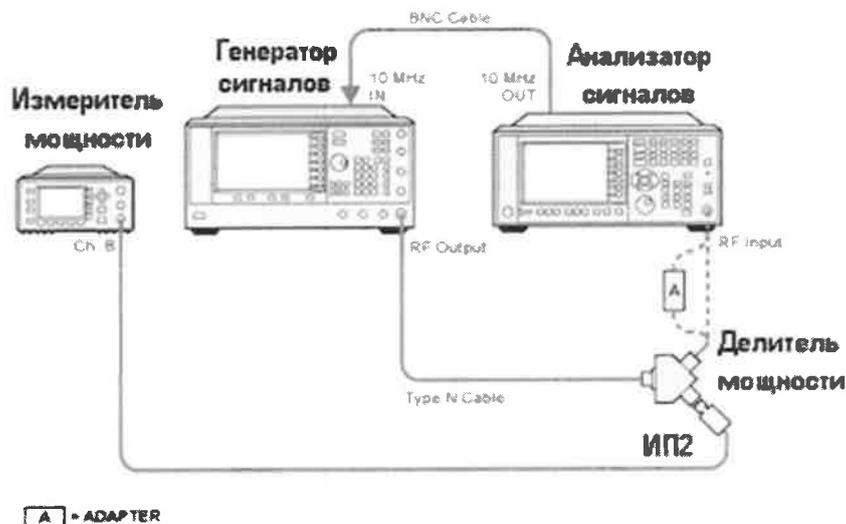

Рисунок 5
7.3.5.3 Отсоединить ИП1 от делителя. Освободившийся рукав делителя соединить с анализатором спектра (рисунок 5). На анализаторе установить DC coupled, предусилитель выключен, полоса обзора 1 МГц, ослабление аттенюатора 10 дБ. На генераторе установить уровень выходного сигнала -4 дБм, частота 50 МГц. Произвести измерения уровня сигнала уровня -10 дБм на частоте 50 МГц, установить маркер на пик, нажать маркер->дельта. Далее произвести измерения относительно 50 МГц на частотах  $3 \times 10^5$ ,  $1 \times 10^6$ ,  $5 \times 10^6$ ,  $1 \times 10^7$ ,  $15 \times 10^7$ ,  $45 \times 10^7$ ,  $95 \times 10^7$ ,  $1,25 \times 10^9$ ,  $1,85 \times 10^9$ ,  $2,25 \times 10^9$ ,  $2,95 \times 10^9$ ,  $3,55 \times 10^9$  Гц. Полученные значения зафиксировать, вычислить погрешность, учитывая погрешность делителя мощности.
7.3.5.6 Отсоединить ИП1 от делителя. Освободившийся рукав делителя с аттенюатором соединить с анализатором спектра (рисунок 5). На анализаторе установить DC coupled, предусилитель включен, полоса обзора 1 МГц, ослабление аттенюатора 10 дБ. На генераторе установить уровень выходного сигнала -4 дБм, частота 50 МГц. Произвести измерения уровня сигнала на частоте 50 МГц, установить маркер на пик, нажать маркер->дельта. Далее произвести измерения относительно 50 МГц на частотах  $3 \times 10^5$ ,  $1 \times 10^6$ ,  $5 \times 10^6$ ,  $1 \times 10^7$ ,  $15 \times 10^7$ ,  $45 \times 10^7$ ,  $95 \times 10^7$ ,  $1,25 \times 10^9$ ,  $1,85 \times 10^9$ ,  $2,25 \times 10^9$ ,  $2,95 \times 10^9$ ,  $3,55 \times 10^9$  Гц. Полученные значения зафиксировать, вычислить погрешность.
7.3.5.8 Отсоединить ИП1 от делителя. Освободившийся рукав делителя соединить с анализатором спектра (рисунок 5). На анализаторе установить DC coupled, предусилитель выключен, полоса обзора 1 МГц, ослабление аттенюатора 10 дБ. Произвести измерения уровня сигнала уровня -10 дБм на частотах  $3,65 \times 10^9$ ,  $5,05 \times 10^9$ ,  $6,05 \times 10^9$ ,  $7,05 \times 10^9$  (для опций 503, 508, 513, 526, 543, 544, 550),  $8,05 \times 10^9$ ,  $8,35 \times 10^9$  (для опций 508, 513, 526, 532, 543, 544, 550),  $9,05 \times 10^9$ ,  $10,05 \times 10^9$ ,  $11,05 \times 10^9$ ,  $12,05 \times 10^9$ ,  $13,05 \times 10^9$ ,  $13,55 \times 10^9$  (для опций 513, 526, 543, 544, 550) Гц. Зафиксировать погрешность деления и учитывать ее в дальнейших измерениях.
7.3.5.10 Отсоединить ИП1 от делителя. Освободившийся рукав делителя соединить с анализатором спектра (рисунок 5). На анализаторе установить DC coupled, предусилитель выключен, полоса обзора 1 МГц, ослабление аттенюатора 10 дБ. Произвести измерения уровня сигнала уровня -10 дБм на частотах из п. 7.3.6.9. Измерения проводить дельта-маркером относительно 50 МГц. Полученные значения зафиксировать, вычислить погрешность, учитывая погрешность делителя мощности.